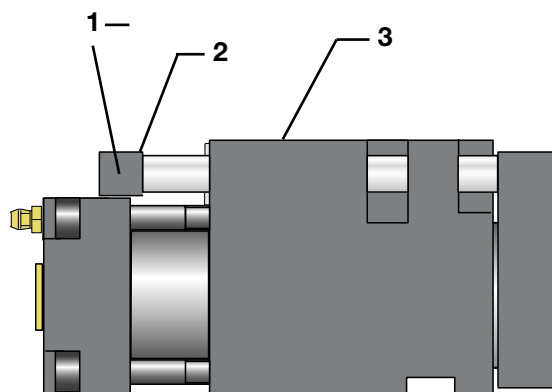

Fig. 19:
10.2 Carro de Plegar y Carro para Troqueles Compacto (Fig. 19)